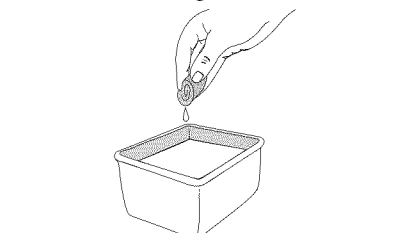

Fig. 14
- Lave el filtro con agua y detergente (Fig. 14). Enjuague bien el filtro. Escurra el exceso de agua. Déjelo secar por completo.